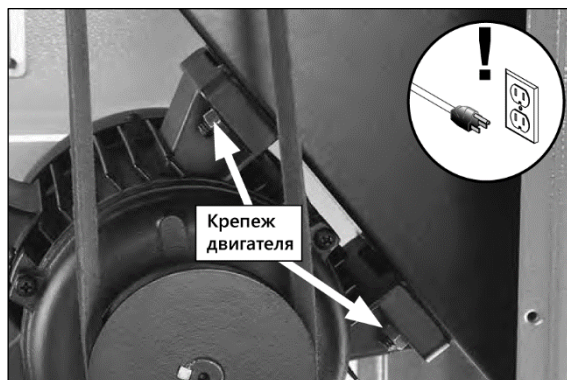

Рисунок 53.
- При помощи рожкового ключа 12 мм, открутите (не полностью) болты крепления электродвигателя (рис. 53), поднимите электродвигатель, чтобы ослабить натяжение ремня.